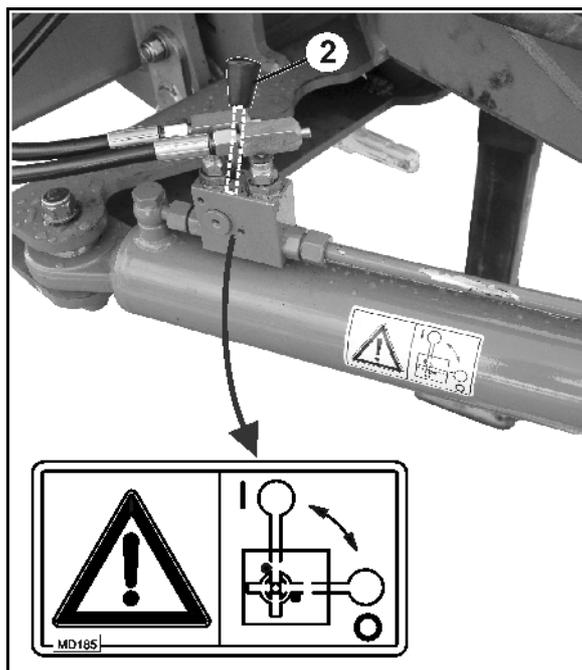

Fig. 61
1. Lenkdeichsel in Mittelstellung bringen (Lenkdeichsel (Fig. 61/1) fluchtet mit Maschine).
4. Lenkdeichsel durch Schließen des Absperrhahns (Fig. 61/2) in Position 0 sichern.